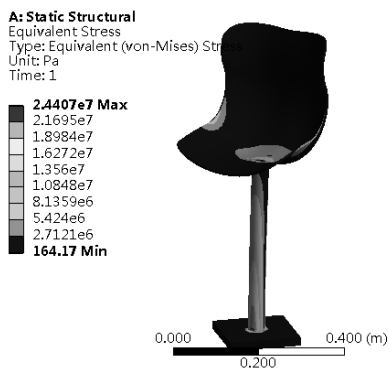

图 5-30 应力分析云图
Step6：选择 Outline（分析树）中 Solution（A6）下的 Equivalent Stress 选项，此时会出现如图 5-30 所示的应力分析云图。